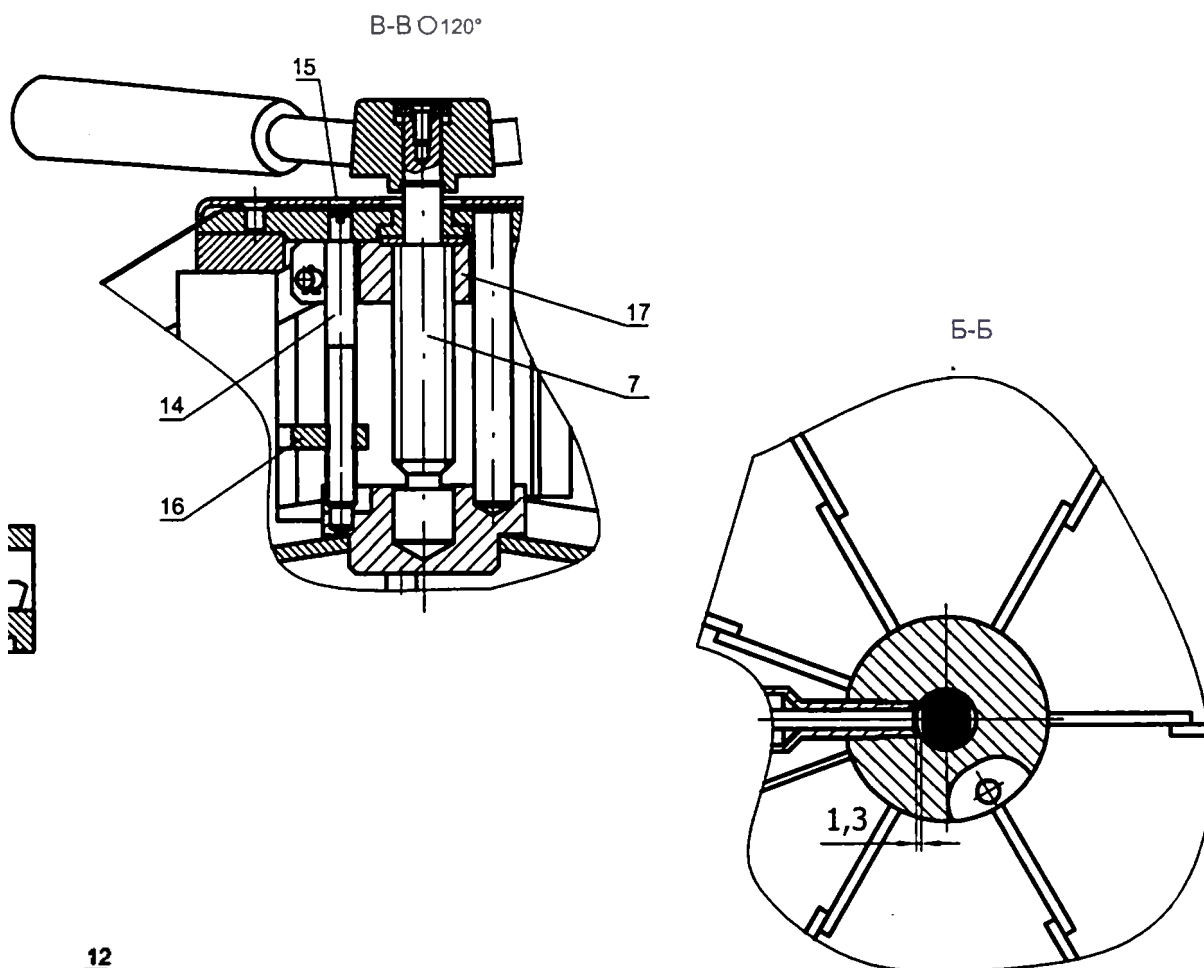

Рис.3
1.Разборка механизма блокировки крышки (см. рис.3)
2.Регулировка механизма уплотнения крышки (см. рис.3)